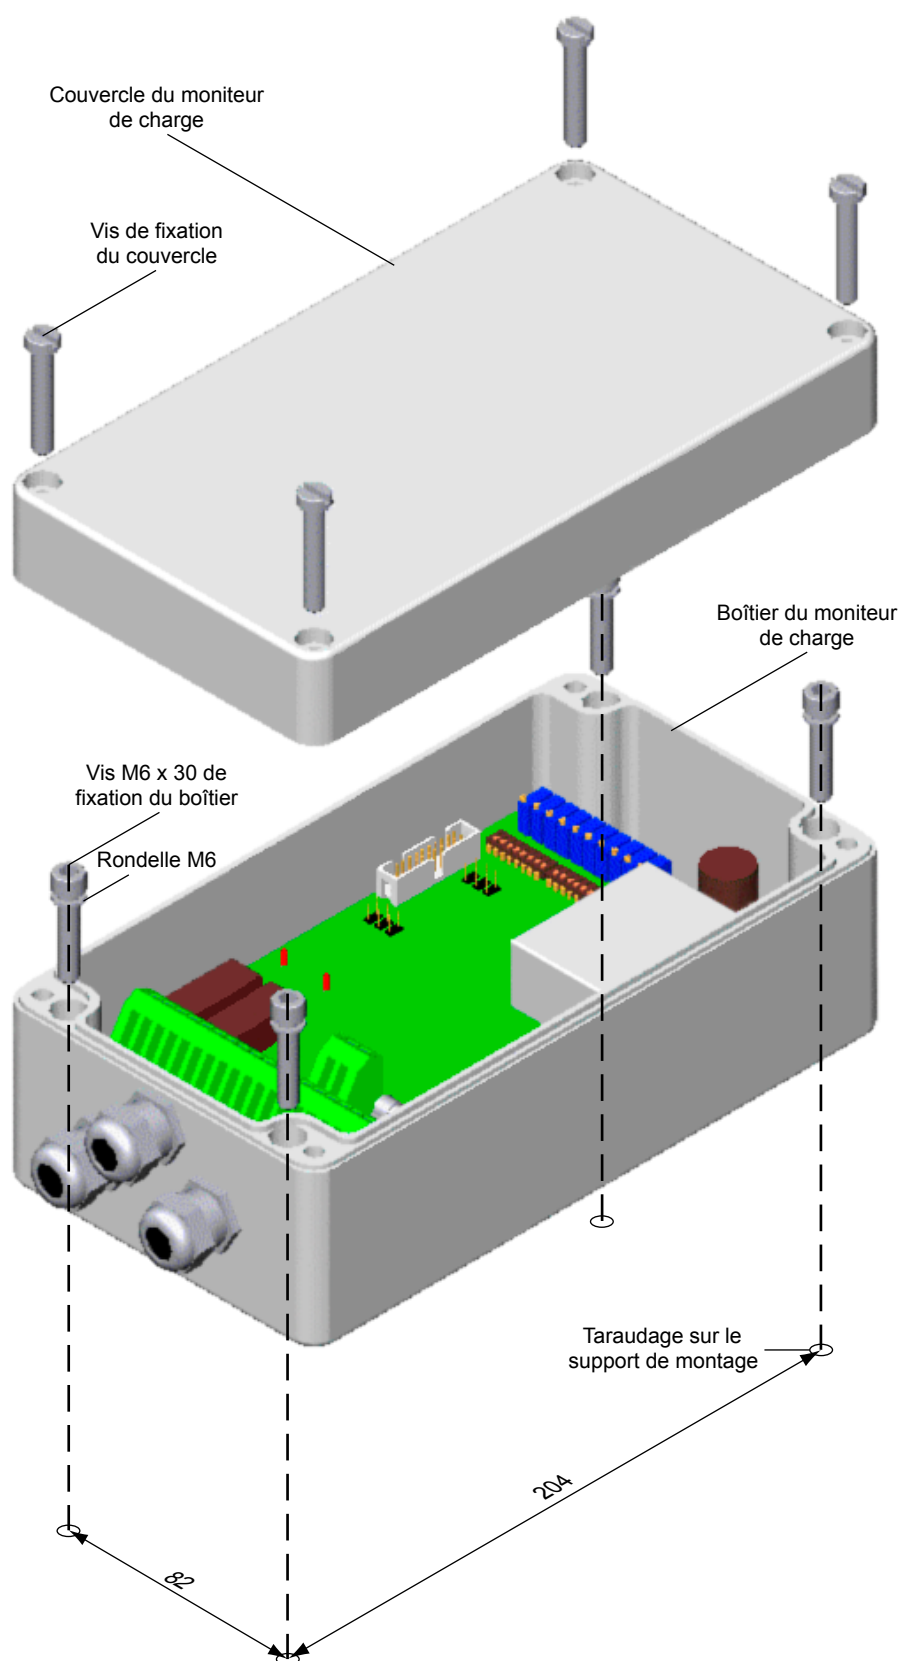

Figure 2-1 Installation du moniteur de charge LMU 112
4. Retirer le couvercle du boîtier du moniteur de charge après avoir dévissé les vis. Il y en a 4 pour le LMU 112 et 6 pour le LMU 117, comme le montrent les *figures 2-1* et *2-2*.